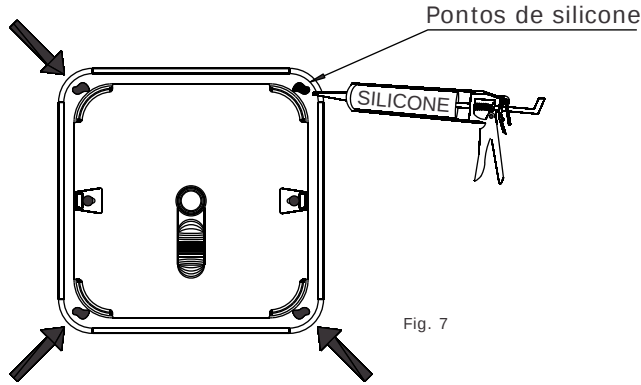

Fig. 7
- 8 Aplicar pingos de silicone(não acompanha com o produto) nos quatro ponto indicados na figura abaixo. Fig. 7